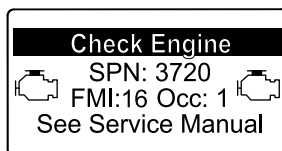

Bild 18
- Motorwarnung SPN 3720, FMI 16 (Bild 18)